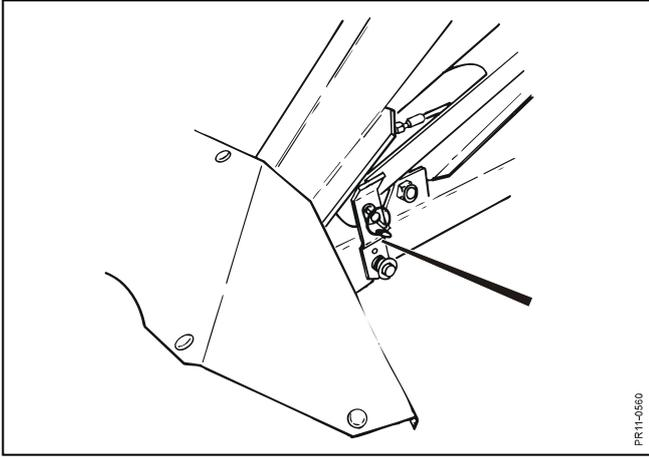

Fig. 2-5
**Fig. 2-5:** Bevor Transport der Maschine wird die Transportverriegelung mit Feder freigemacht, indem die Transportverriegelung 90° aufwärts frei von dem Haltestift gedreht wird, wonach der Zapfen mit dem Splint durch das Loch gesichert wird.